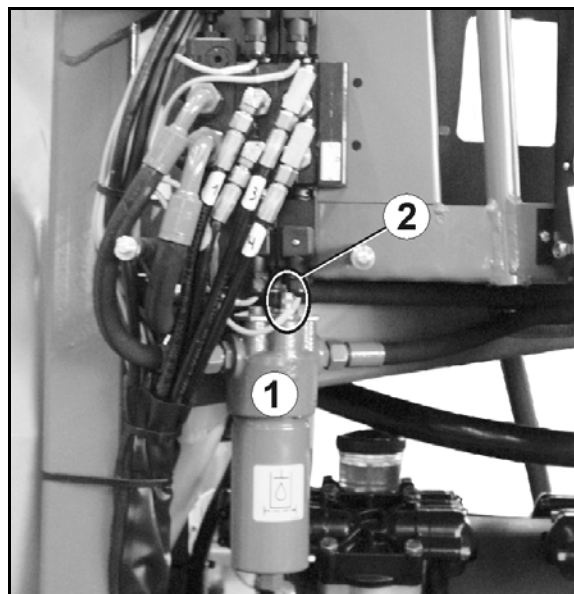

Fig. 174
1. Skru magnetkappen af (Fig. 174/1)
2. Fjern magnetspolen (Fig. 174/2)
3. Skru ventilstangen ud (Fig. 174/3) med ventilsæderne, og rengør med trykluft eller hydraulikolie.